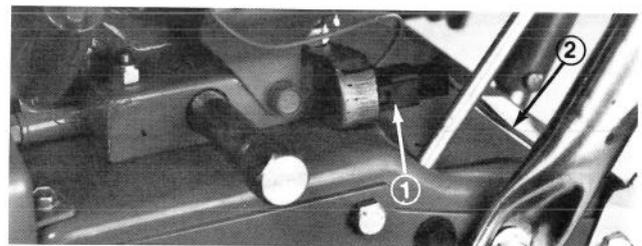

Abb. 18
1. Griffkabel fest in den Stecker am Motor einstecken (Abb. 18).